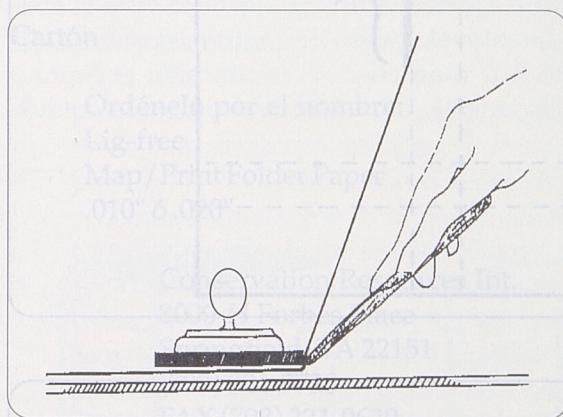

Ilustración 5
- Usando una regla en forma de L o una regla T y una plegadera de hueso, haga pliegues y dobleces a través de todas las cubiertas en todas las marcas. Usando la punta de la plegadera de hueso sobre la superficie de la cartulina, marque la cartulina a lo largo del borde de la regla como si estuviera dibujando una línea con un lápiz. Presione la punta de la plegadera de hueso en la cartulina y pásela a lo largo del borde de la regla, creando una hendidura. La regla debe sostenerse firmemente para evitar desviaciones. Sin soltar la regla, refuerce el pliegue insertando la plegadera de hueso por debajo de la cartulina y frotándola firmemente contra la regla. Ver Ilustración 5.